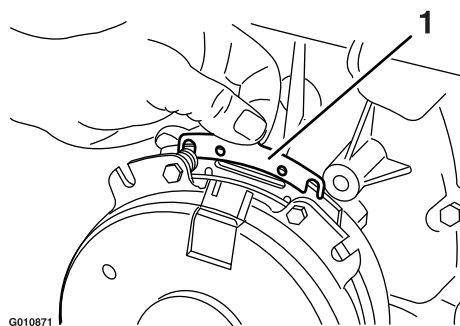

Figura 79
- B. Usando alicates de punta fina, o a mano, sujete la pestaña y retire el suplemento (Figura 79).
Retire cualquier acumulación de hierba, suciedad u otros residuos de la rejilla del motor. Esto ayuda a asegurar una refrigeración adecuada y una velocidad de motor correcta, y reduce la posibilidad de sobrecalentamiento y daños mecánicos al motor (Figura 79).